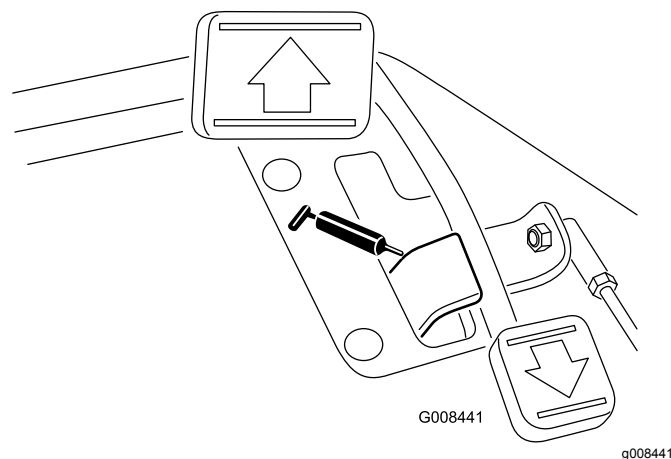

Рисунок 31
- Шарнир педали управления тягой (1) (Рисунок 31)